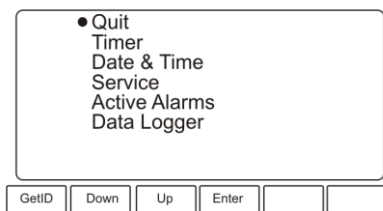

Рисунок 2. Меню прибора
- 5.9 **Меню инкубатора (Menu, рис. 2).** Кнопка **Menu** открывает меню инкубатора. Используйте кнопки **Up** и **Down** для навигации и кнопку **Enter** для выбора позиции. При навигации, выберите пункт **Quit** для возврата назад по уровням меню. Кнопка **GetID** показывает серийный номер и имя инкубатора.